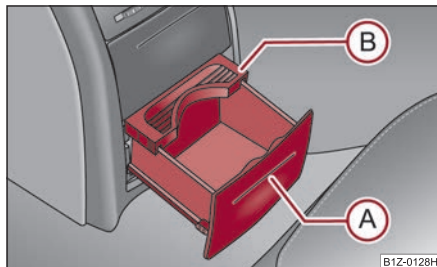

Fig. 108 Consola central trasera: Soporte de bebidas
- Presione el paramento en la zona (A) ⇒ fig. 108 - el soporte de bebidas saldrá hacia fuera.
- Ajuste el soporte de bebidas desplazando la placa de seguridad (B).